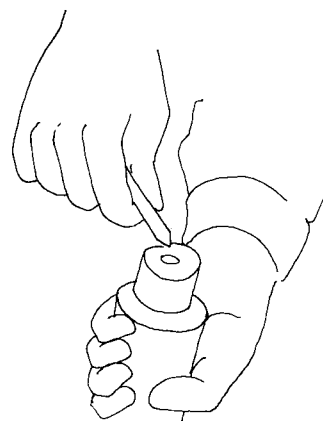

図 2-17
- (1) センタ穴を清掃する。
- ・ センタ穴に傷がある場合は、折れた弓ノコの刃などを利用して、その先端を60°に研削したものにやすり紙を巻いてセンタ穴をみがく（図2-17）。